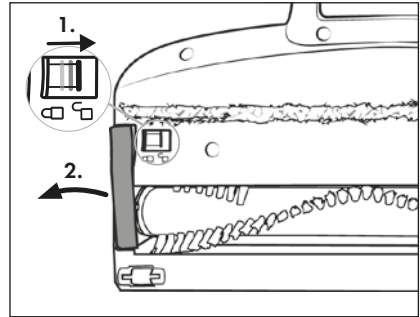

Fig. 24
- 2) Para desencastrar el rodillo de cepillos ㉑, desplace el desencastre del rodillo de cepillos ㉑ con el dedo hacia el símbolo  (abrir). Tras esto, retire el soporte del rodillo de cepillos ㉑ del cepillo para suelos ㉒ (consulte la fig. 24).